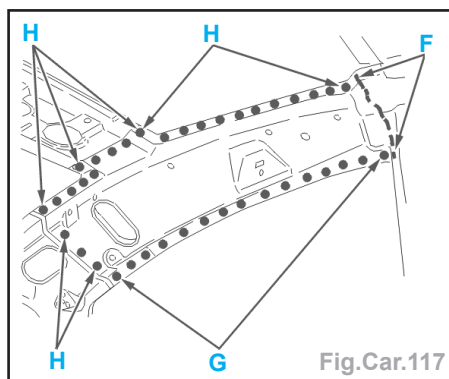

Fig.Car.117
- Souder par cordon au MIG suivant F (Fig. Car.117).